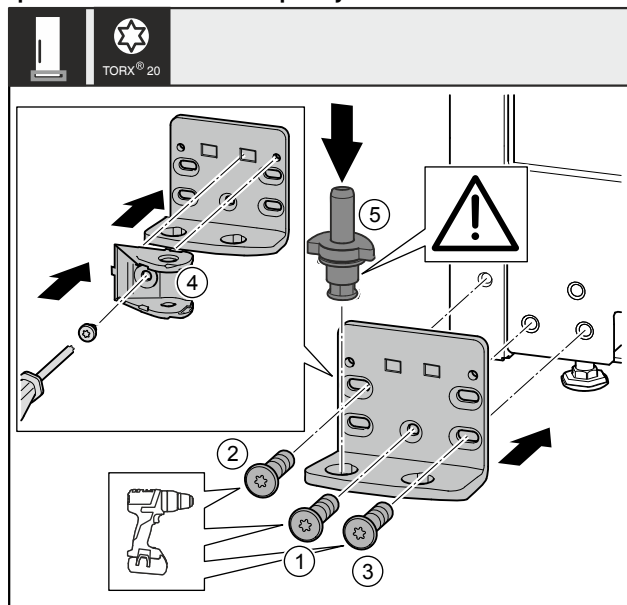

Fig. 38
- Ležajni podstavek namestite na drugo stran in ga po s pomočjo izvijača. Pričnite z vijakom Fig. 38 (1) spodaj na sredini.
- Privijte vijak Fig. 38 (2) in vijak Fig. 38 (3).
- Spoj blažilnika za zapiranje vrat Fig. 38 (4) obrnite za 180°. Privijte ležajni podstavek na drugi strani z izvijačem.
- Vstavite ležajni sornik Fig. 38 (5) do konca. Pri tem pazite na to, da je zaskočni zapah obrnjen nazaj.